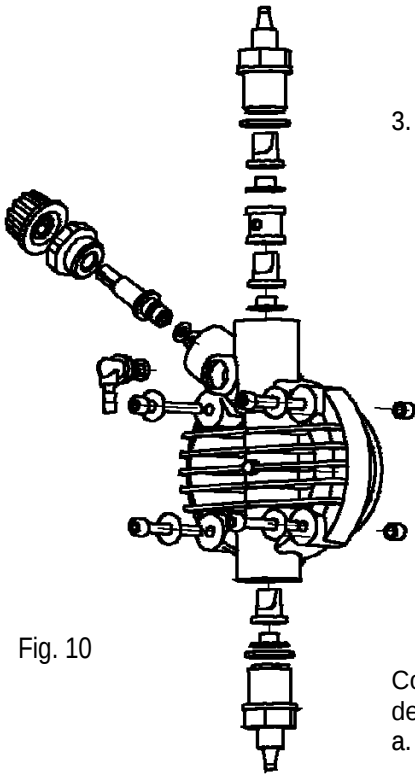

Fig. 10
2. Controle por lo menos cada 6 meses que la bomba funcione correctamente, que los tornillos estén bien apretados y las empaquetaduras estancas; en caso de líquidos particularmente agresivos, lleve a cabo controles más frecuentes, controle concretamente la concentración del aditivo en la instalación; una reducción de dicha concentración podría estar determinada por el desgaste de las válvulas (que en dicho caso habrá que sustituir prestando atención a volver a montarlas como se muestra en la Fig. 10) o por la obstrucción del filtro que debe limpiarse como se indica a continuación en el punto 3.
Para efectuar esta operación, si el aparato no está fijado a la instalación, es posible hacerlo pulsar durante algunos segundos (15-30) manteniéndolo invertido y sin tubos conectados en los racores; si esto es imposible, habrá que desmontar y volver a montar el cuerpo de la bomba (Fig. 10), mediante los cuatro tornillos de fijación.
Gracias a la robustez del sistema, no se presentan averías mecánicas reales. A veces pueden presentarse pérdidas de líquido de algún racor o brida fijatubo que pueda estar flojo, o simplemente por la rotura del tubo de impulsión. Raramente pueden ocasionarse pérdidas por la rotura de la membrana o por el desgaste de la junta de cierre de la misma. En tal caso habrá que sustituir dichos componentes desmontando los cuatro tornillos del cuerpo de la bomba (Fig. 10), volviendo a montar los tornillos, apretándolos de manera uniforme a un par de apriete máximo de $180 \div 200 \text{ N}\cdot\text{cm}$. Una vez eliminada la pérdida, habrá que limpiar los restos de aditivo que puedan haber quedado en la bomba dosificadora ya que al estancarse pueden atacar químicamente la caja de la bomba.
❶ - LA BOMBA DOSIFICADORA DA IMPULSOS PERO NO INTRODUCE ADITIVO EN LA INSTALACIÓN
- Desmonte las válvulas de aspiración e impulsión, límpielas y vuelva a montarlas en la misma posición (Fig. 10). Si se detecta un hinchamiento de dichas válvulas, controle en la tabla correspondiente la compatibilidad del aditivo con el tipo de válvula instalada en la bomba (válvula estándar de Viton®, u otro elastómero compatible; bajo petición están disponibles las válvulas de bola).
Para sustituir la membrana desenrosque los 4 tornillos, desatornille la membrana, sustitúyala junto a la junta tórica, y vuelva a montar las piezas asegurándose de apretar los tornillos de manera equilibrada (enrósquelos de manera alterna en cruz, respetando el par de apriete indicado en la fig. 10).